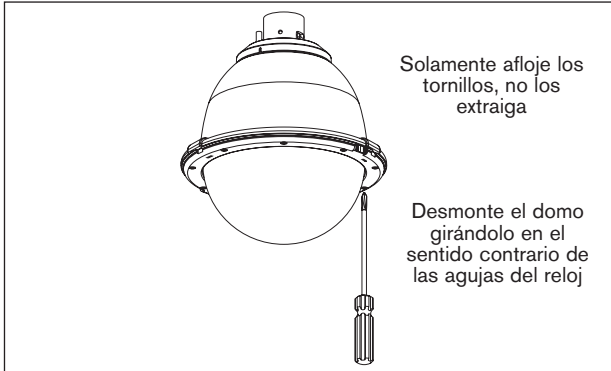

Figura 2: Apertura de la carcasa para desmontar el domo
2. Abra la carcasa, aflojando los nueve (9) tornillos prisioneros del cerco de la carcasa, junto al domo transparente inferior. Tenga cuidado de no extraer completamente los tornillos. Gire levemente el domo en el sentido contrario de las agujas del reloj hasta extraerlo (*Figura 2*). Retire la barrera protectora de la CARCASA PRESURIZADA y deséchela.